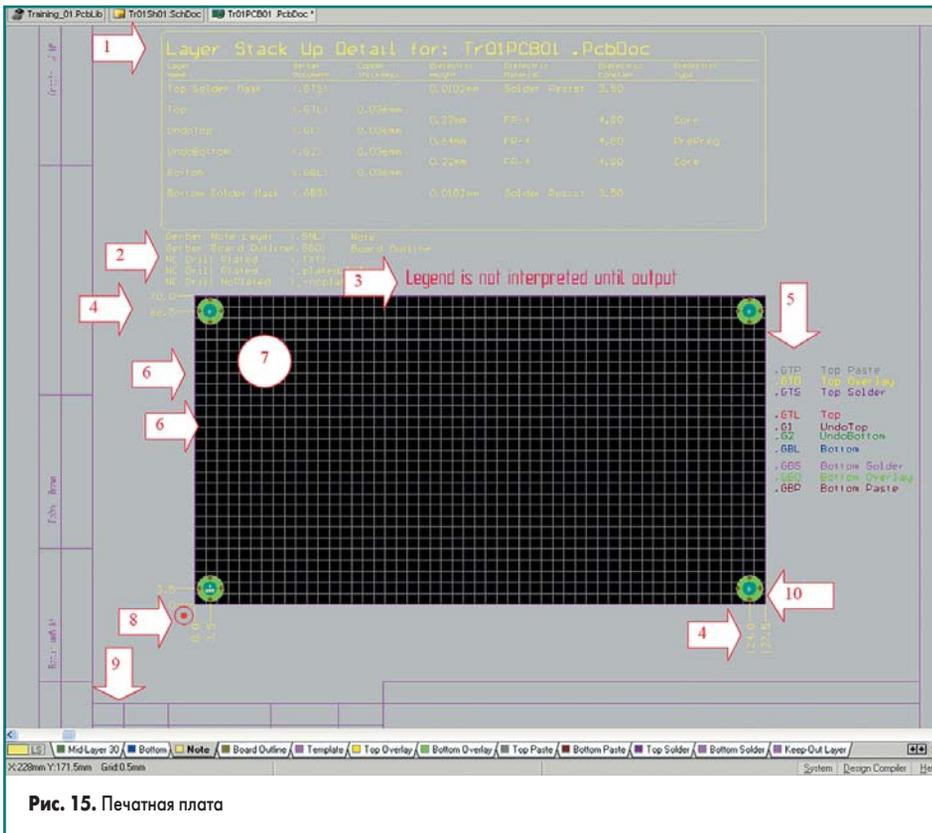

Рис. 15. Печатная плата
шений. Результат представлен на рис. 15, где отмечено:
3. зона размещения информации ссылки на таблицу **Drill Drawing** (на рис. 15 сознательно опущена свободная зона между **Layer Stackup Legend** и **Drill Drawing**);